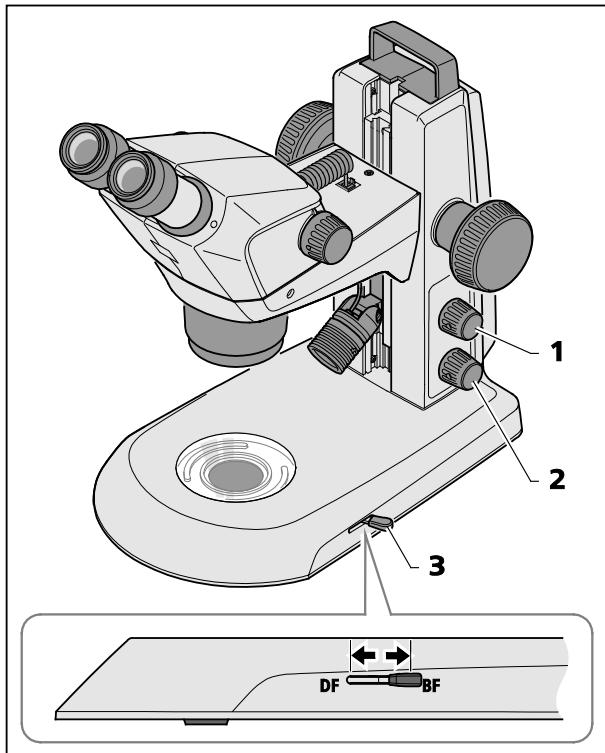

Fig. 25 Módulo de luz transmitida en el estativo K EDU
- Al pulsar el botón giratorio inferior (Fig. 25/2), conectar la luz transmitida.
- Al desplazar la palanca (Fig. 25/3), cambiar entre la iluminación de campo claro y la iluminación de campo oscuro.
- Posición delantera: campo oscuro (DF)
- Posición trasera: campo claro (BF)
Al pulsar el botón superior (Fig. 25/1), puede añadirse la luz reflejada (ver capítulo 4.2 en la página 28).